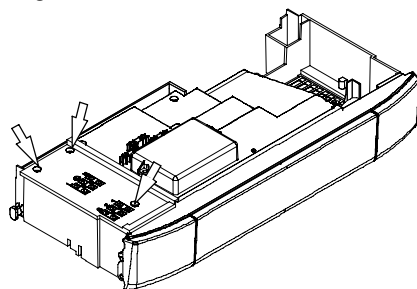

fig. 7.5
- Svitare le viti e rimuovere il coperchio copri morsetteria fig. 7.5